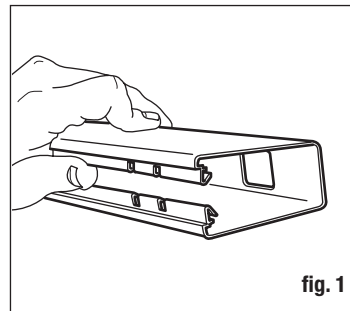

fig. 1
- Take one of the rails and gently open the throat with your hand or a wooden wedge (fig. 1). This will become the bottom rail of the assembly.
Most yards are relatively level and will allow for a fairly simple installation. If your yard is steeply pitched or very uneven, be sure to allow for the required mounting height of the adjacent panel when setting your posts. You may need to "stair step" the panels in extreme cases (fig. 1).
- Tome uno de los pretils y abra cuidadosamente la estricción con la mano o una cuña de madera (fig. 1). Esta pieza se convertirá en el pretil inferior del ensamblado.
La mayoría de los jardines son relativamente planos y permiten una instalación sencilla. Si su jardín es muy empinado o desigual, asegúrese de dejar la altura de montaje deseado para el panel adyacente cuando coloque los postes. En casos extremos es posible que necesite "escalonar" los paneles (fig. 1).